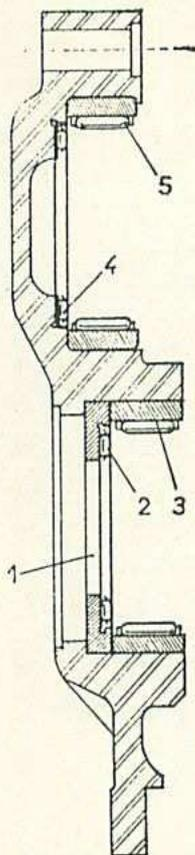

Fig. 60. — Vue en coupe du couvercle gauche
- la rondelle épaulée (1) (fig. 60);
- la butée (2) (orienter les aiguilles côté roulement);
- le roulement à aiguilles (3);
- la butée à aiguilles (4), orienter les aiguilles côté roulement;
- le roulement à aiguilles (5).